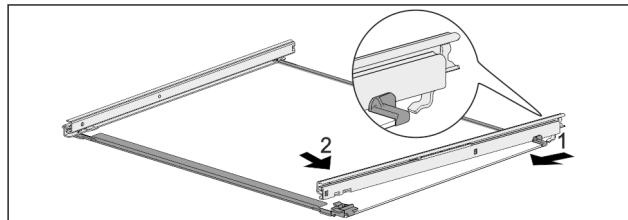

Fig. 140 Стеклянная пластина с направляющими
- Зацепите направляющую сзади. Fig. 140 (1)
- Зашелкните направляющую спереди. Fig. 140 (2)